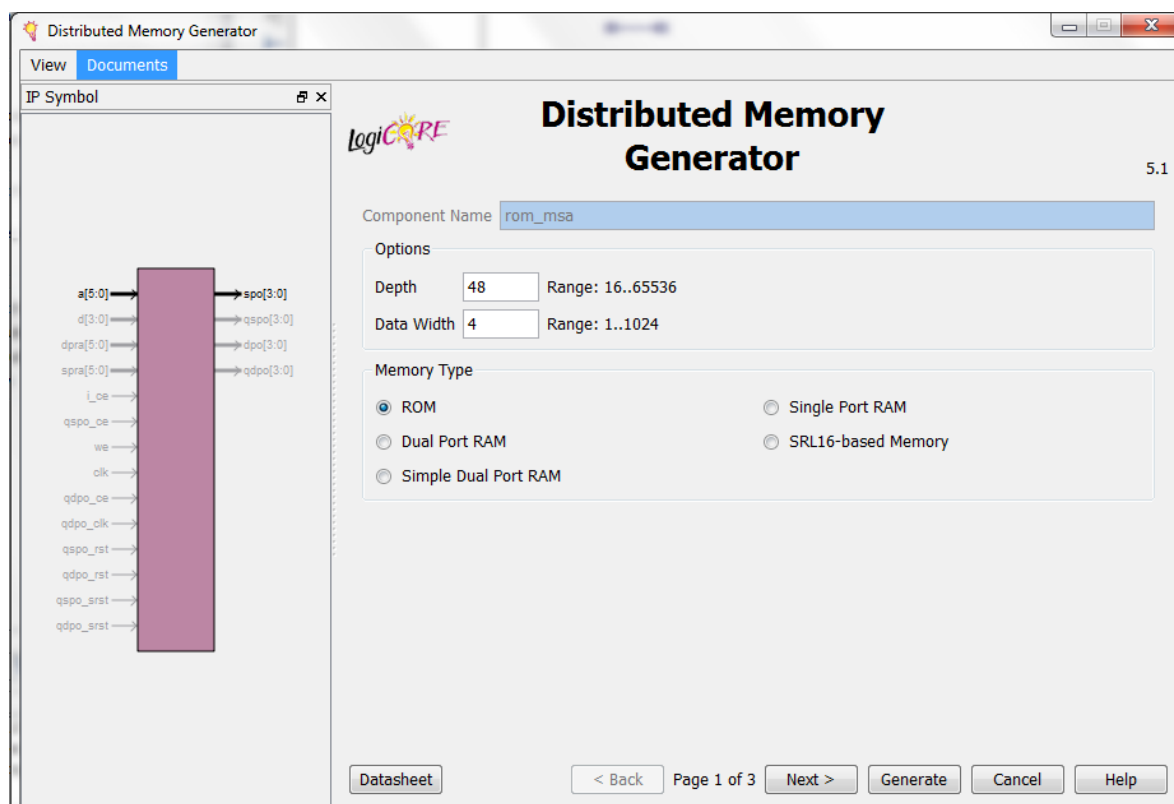

Figure 24. Le Distributed memory generator de ISE permet de créer et de configurer n'importe quel type de mémoire très efficacement.
ISE lance l'interface de génération et configuration de mémoire ROM (Distributed memory generator) illustré à la Figure 24.
6. Remplissez les champs du Distributed memory generator de la façon suivante (voir le résultat à la Figure 24) :